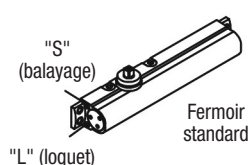

Fig. 2
- Préparer la porte et le cadre pour les attaches. Voir "préparation pour les attaches", figure 2, page 2.